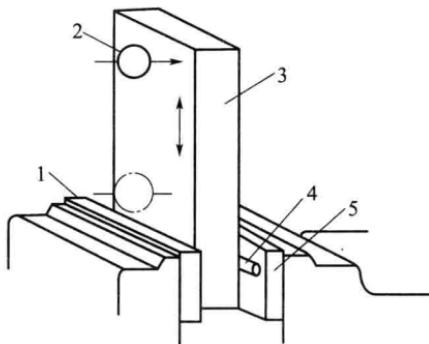

图 1-3 在立铣上用平口钳装夹工件
(1) 在立铣上铣垂直面。把机用平口钳安装在铣床工作台面上，只要把工件基准平面与固定钳口紧密贴靠即可。如果工件的垂直度要求较高时，可用百分表及配合上下移动工作台的方法，找正工件基准平面，使其在 200 mm 长度内，误差小于 0.03 mm，如图 1-3 所示。